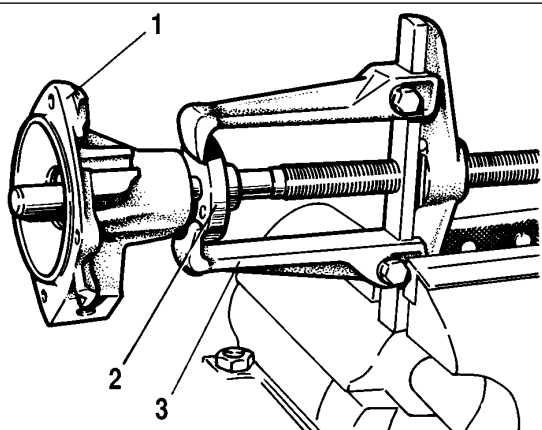

Fig. 2-64. Dépose du moyeu de poulie:
- démonter le moyeu 2 (fig. 2-64) de poulie de ventilateur de sur l'arbre à l'aide d'un extracteur A.40005/1/5;